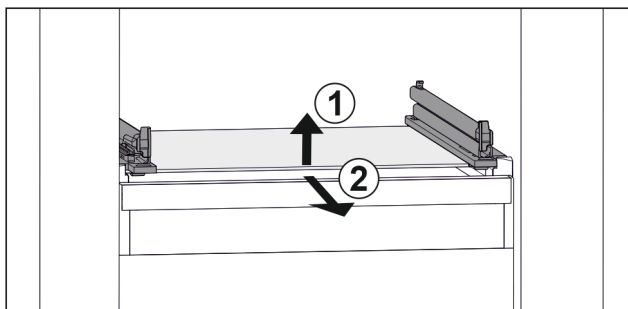

Fig. 61 Príklad zobrazenia sklenenej dosky
- ▶ Nadvihnite sklenenú dosku vpredu. Fig. 61 (1)
- ▶ Odoberte sklenenú dosku dopredu. Fig. 61 (2)